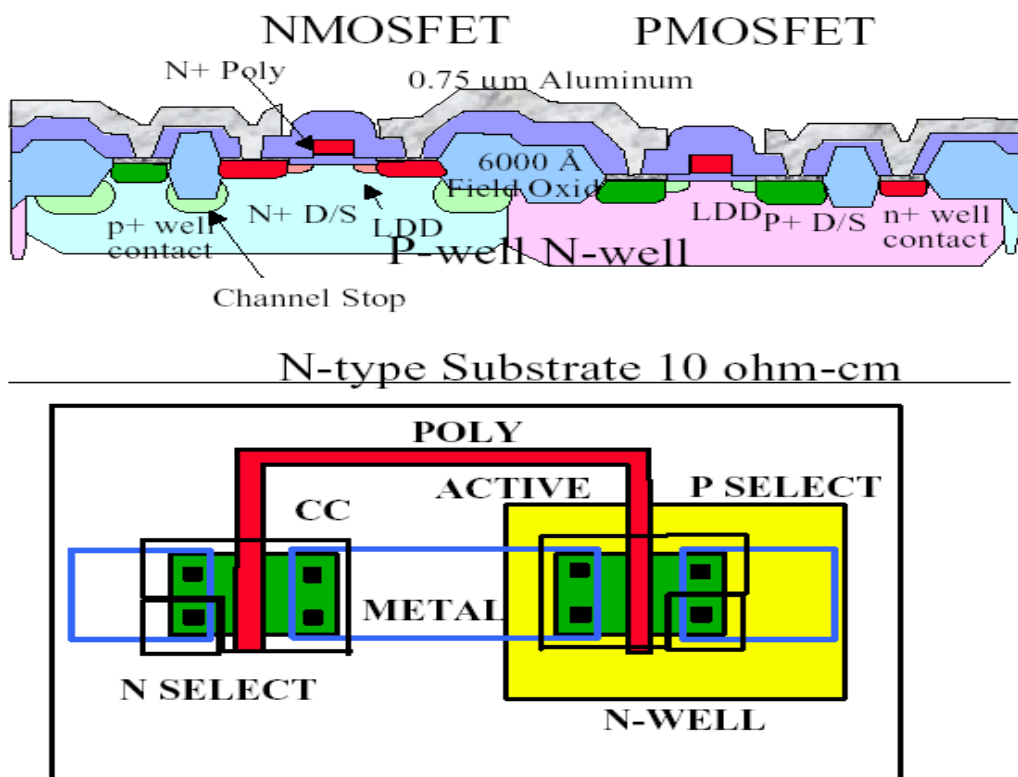

Figura 2. Corte transversal e layout
2. Desenhe o corte lateral e o *layout*, com as camadas descritas acima, de um inversor CMOS. Os desenhos devem ser semelhantes ao ilustrado na figura 2 (esta figura é de uma das tecnologias apresentadas em aula).